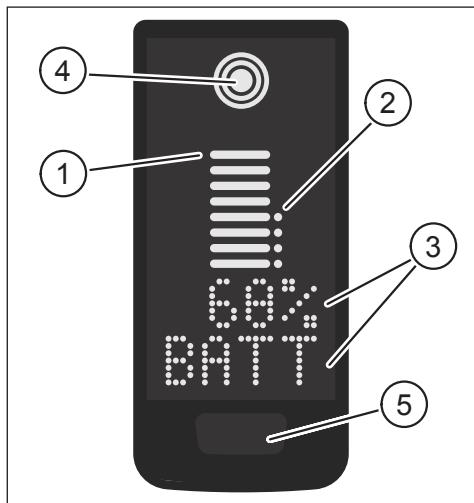
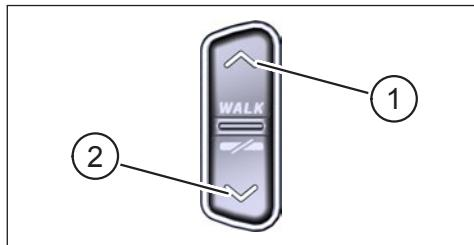

Fig. 1: Elementos de funcionamiento y presentación en la Display
Fig. 2: Elementos de control del Remote
| Pos. en Fig. 1 | Descripción |
| Pos. en Fig. 2 | Descripción |
- ▶ Mantenga pulsado el botón de control del Display (Pos. 5 en Fig. 1) y el botón de control ABAJO Remote (Pos. 2 en Fig. 2) durante al menos 5 s.
- Pulse **double clic** el botón de control de la Display (Pos. 5 en Fig. 1) para pasar a la siguiente vista de Display.